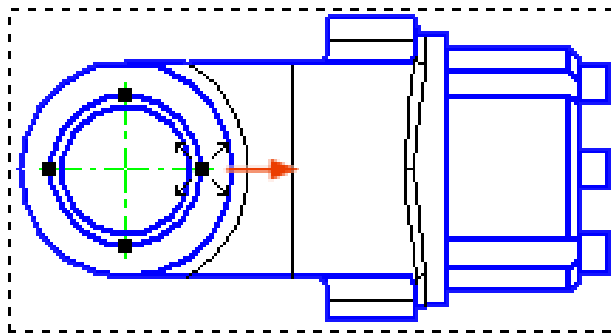

Рисунок 26.
- Установите курсор на правый узелок, при этом курсор поменяет форму. Нажмите и не отпускайте левую кнопку мыши (рис. 26).